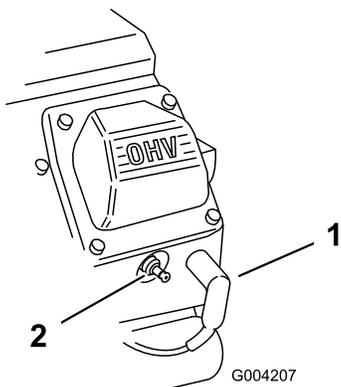

Figura 48
2. Staccate il cappello dalle candele (Figura 48).
3. Collegate i cappellotti alle candele (Figura 48).